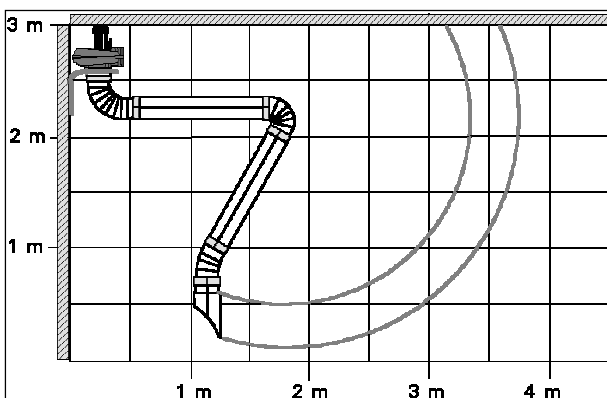

Abb. 1.01
- Siehe Abb. 1.01; Ventilator auf übliche Weise montiert